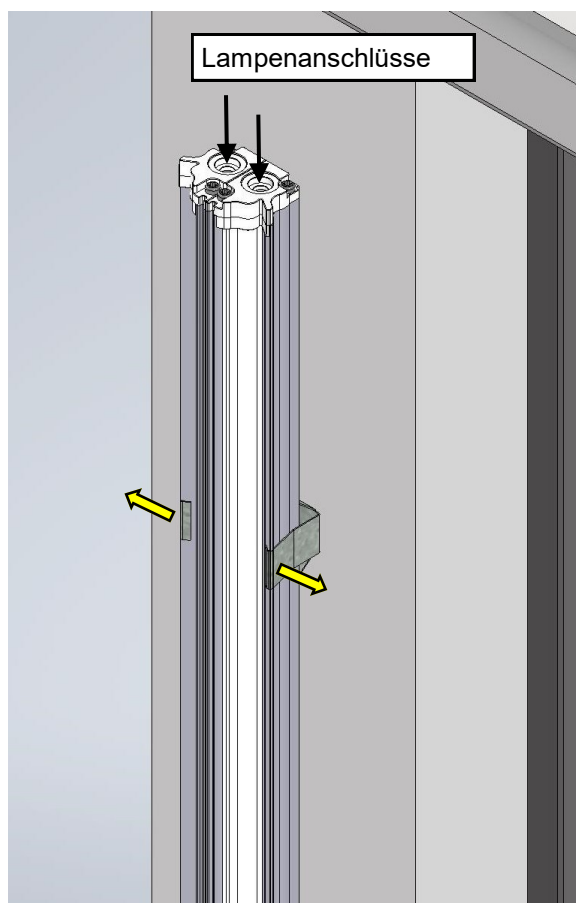

Abb. 1a
4. Hängen Sie die Lampe aus den Befestigungsfedern aus und üben Sie dabei leichten Druck zu den Seiten aus, um die Lampe zu lösen (**Abb. 1a-1b**);